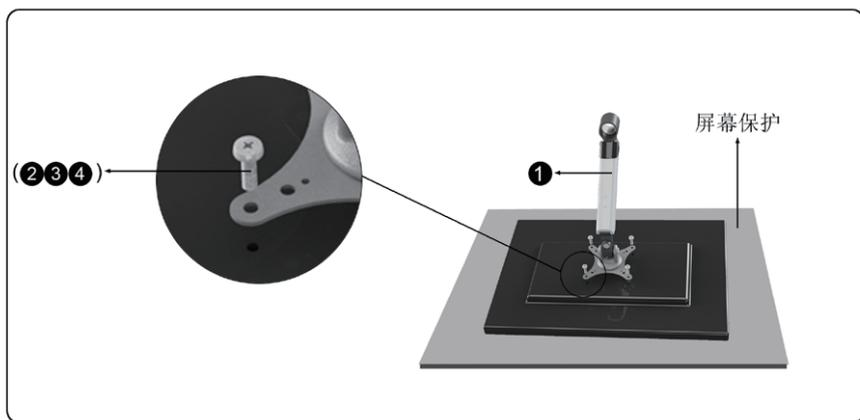

图: 2-3
3、测定显示屏后面安装螺孔的深度,选择紧固旋钮(2)或者螺钉(3、4)和塑料垫圈(5),将选择的垫圈放到显示屏后面,然后将螺钉与安装板上的孔洞对准。(如图 2-3)